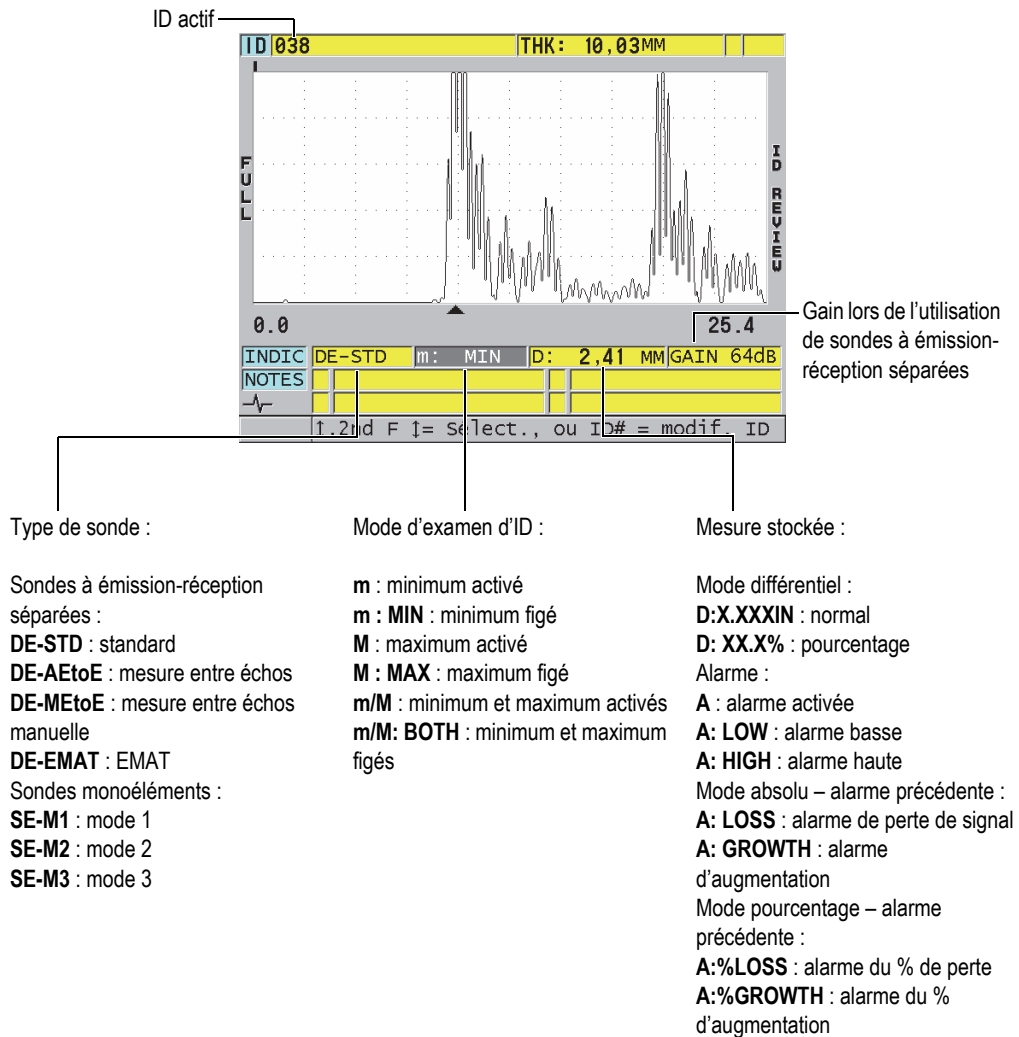

Figure 11-27 Description de l'écran d'examen de l'ID
Un exemple d'écran d'examen de l'ID et une description de son contenu sont illustrés à la Figure 11-27 à la page 230. La zone située en dessous de la forme d'onde contient les marqueurs d'état qui décrivent les mesures d'épaisseur enregistrées affichées. Les marqueurs sont représentés par les mêmes abréviations à lettre unique que les mots d'état transmis par le mesureur à l'aide des commandes d'envoi (consultez « Gestion des communications et du transfert de données » à la page 279).
3. Dans l'écran d'examen de l'ID (Figure 11-27 à la page 230), faites ce qui suit :